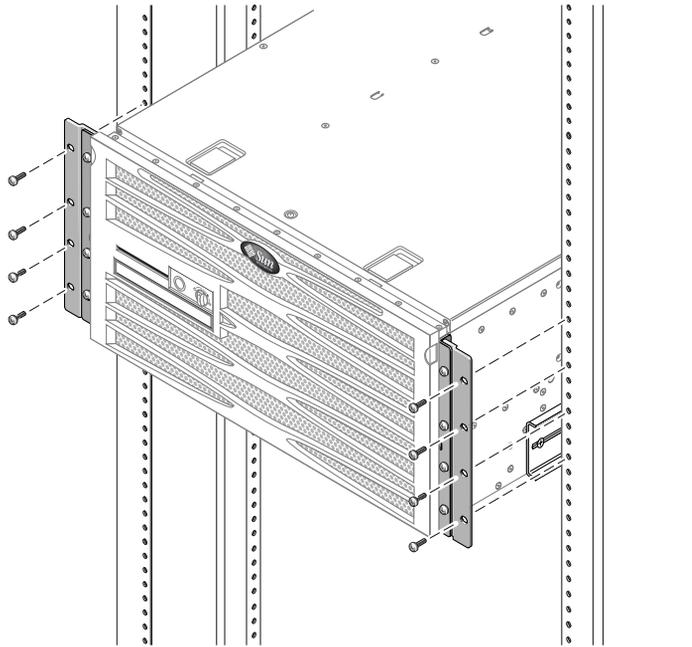

FIGURA 3-21 Montaje de los soportes de ajuste frontales de 600 mm en el bastidor
9. Utilice cuatro tornillos a ambos lados para fijar los soportes de ajuste de 600 mm a la parte frontal del bastidor (FIGURA 3-21).